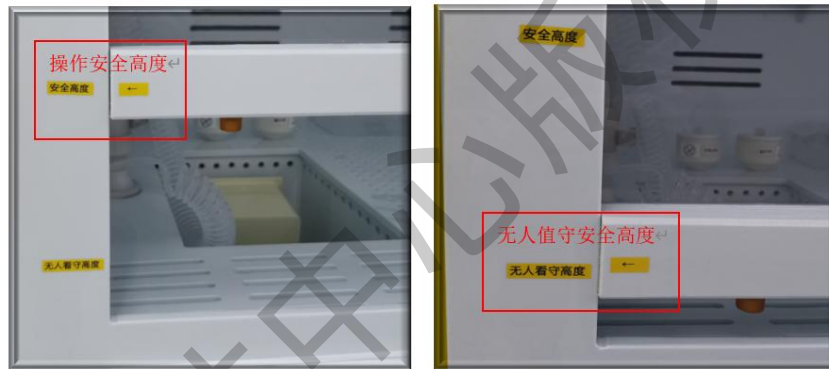

图 5 通风橱面板的规范高度
- 9) 中心通风橱均设置了人员操作时移门安全高度和无人看守时移门无人看守高度。使用过程中严格按照标识高度使用, 人员离开通风橱操作位置超过 10 分钟, 移门应处于无人看守高度。(如图 5)